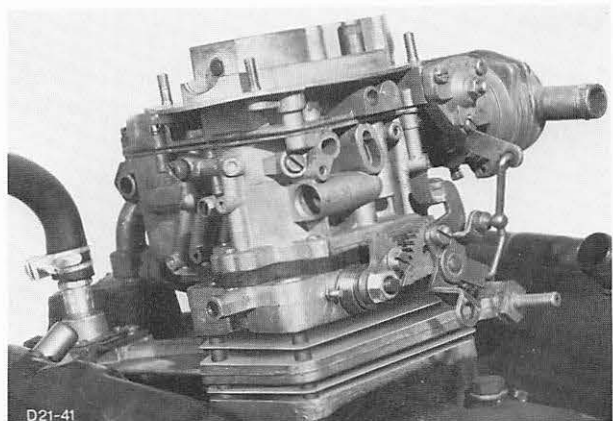

Abb. 132 Vergaser mit Zwischenflansch abbauen
8. Vergaser mit Zwischenflansch von Ansaugkopf abbauen, Abb. 132.